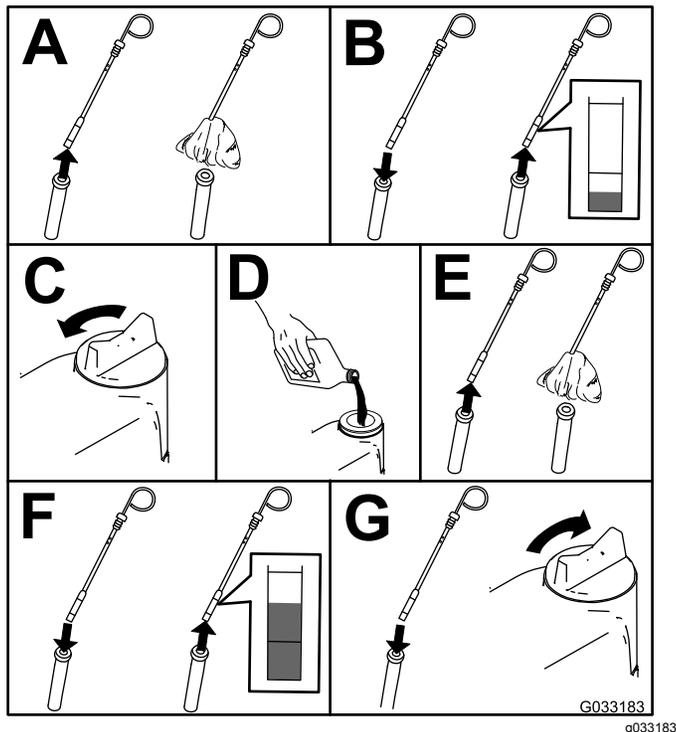

Рисунок 52
2. Проверьте уровень масла в двигателе (Рисунок 52).